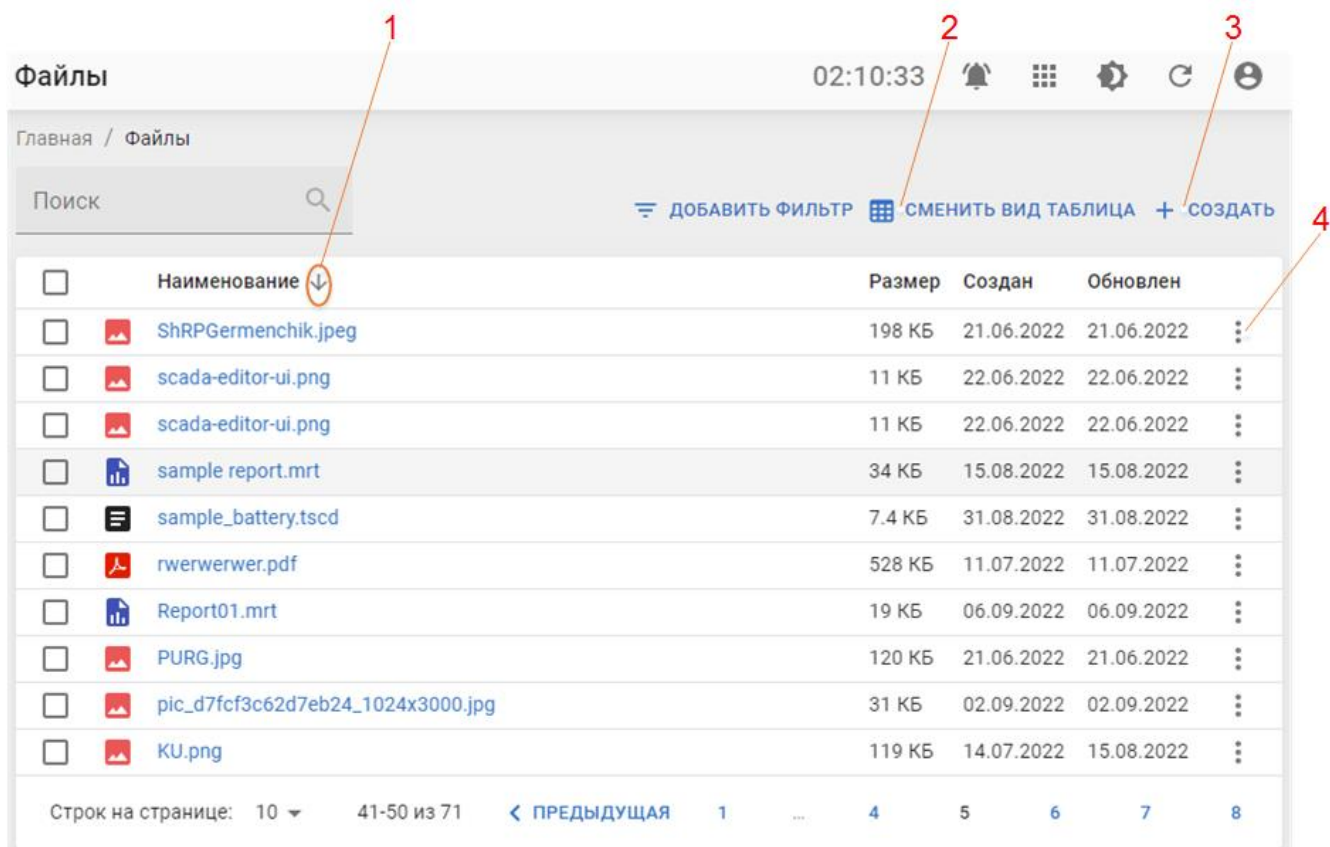

Рисунок 51 — Вид раздела "Файлы" (в представлении «Таблица»)
1. Сортировка перечня файлов. В представлении «Таблица» (рисунок 51) для сортировки следует нажать ЛКМ на заголовке определенного столбца, в